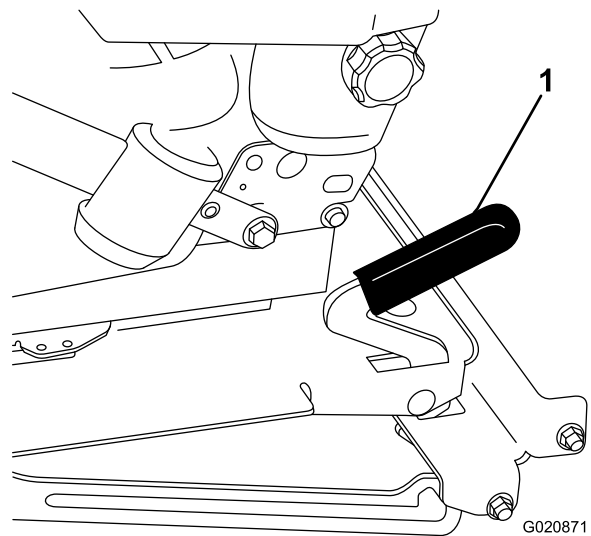

Bild 32
2. Ziehen Sie den Sitzriegel nach vorne und oben, um den Sitz zu entriegeln (Bild 32).